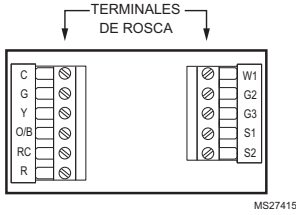

Fig. 4. Identificaciones de terminales para el tipo de sistema.
1. Seleccione el juego de identificaciones de terminales que corresponde a su tipo de sistema (convencional o bomba de calor). (Vea la Fig. 4.)